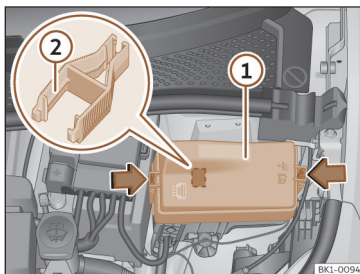

Fig. 181 No compartimento dianteiro: tampa da caixa de fusíveis.
- Pressione as patilhas de bloqueio para desbloquear a tampa da caixa de fusíveis >>> Fig. 181 ①.
Na caixa de fusíveis pode haver umas pinças de plástico para extrair fusíveis >>> Fig. 181 ②.